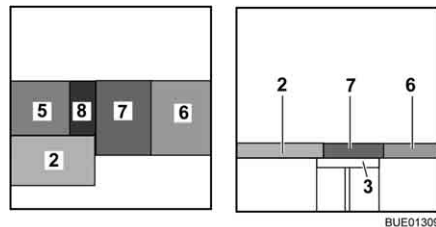

Fig. 135 Après la transformation
- Placer le coussin d'assise (Fig. 135,7) au centre.
- Placer le coussin de dossier (Fig. 135,6) entre le coussin d'assise et la cloison.